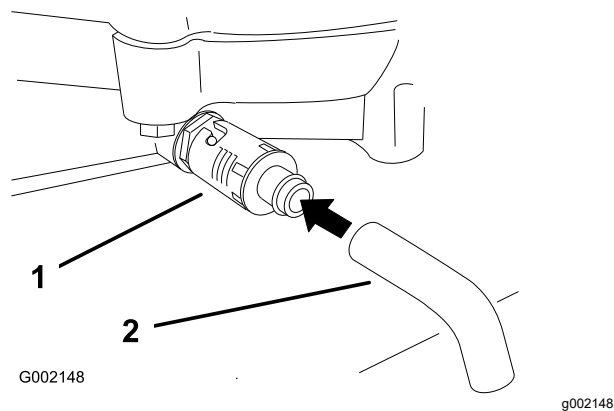

Figure 18
4. Placez un bac sous la vidange. Tournez le robinet de vidange pour permettre à l'huile de s'écouler (Figure 18).